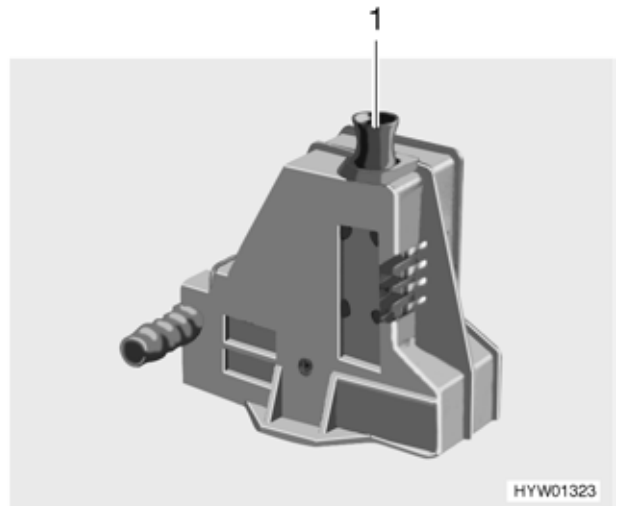

Bild 114 Sicherheits-/Ablassventil des Boilers
Der Boiler ist mit einem Sicherheits-/Ablassventil (Bild 114) ausgestattet. Das Sicherheits-/Ablassventil verhindert, dass das Wasser im Boiler einfriert, wenn bei Frost die Heizung nicht eingeschaltet ist. Einbauort siehe Kapitel 10, "Lage der Ablassventile".
- Sicherheits-/Ablassventil schließen. Dazu den Zugschalter (Bild 114,1) nach oben ziehen.
- Sicherheits-/Ablassventil (Bild 114) öffnen. Dazu den Zugschalter (Bild 114,1) nach unten drücken. Der Boiler wird über das Sicherheits-/Ablassventil nach außen entleert.